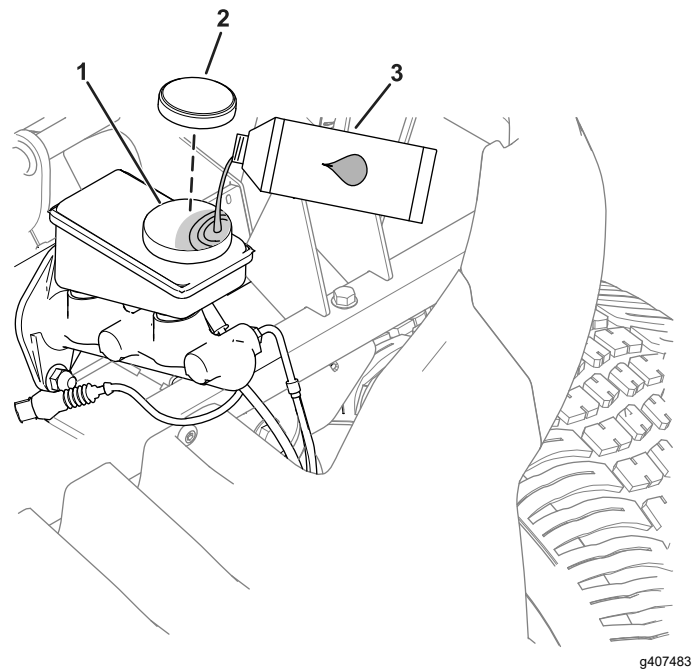

Bild 44
1. Entfernen Sie die Motorhaube, um an den Hauptbremszylinder und den Behälter zu gelangen (Bild 44).
- A. Reinigen Sie den Bereich um den Behälterdeckel und nehmen den Deckel ab (Bild 44).
C. Schrauben Sie den Behälterdeckel wieder auf (Bild 44).